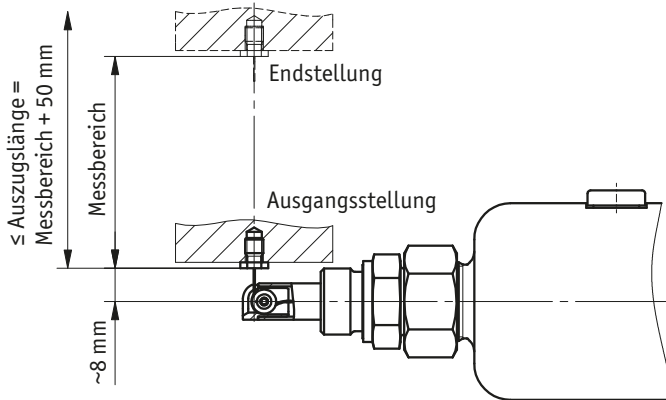

Abb. 1: Prüfung Auszugslänge
- ▶ Das Seil nicht über die angegebene maximale Auszugslänge ausziehen (siehe Abb. 1).
- ▶ Seil im rechten Winkel zum Seilausgang führen (siehe Abb. 1).